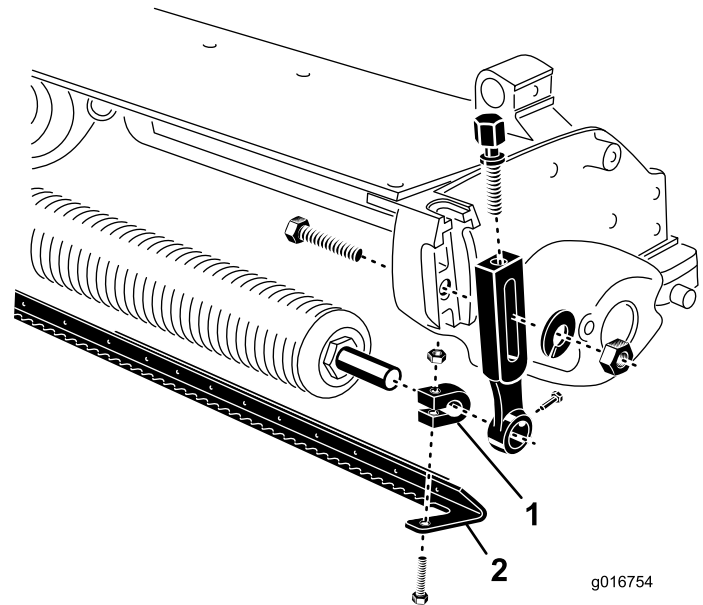

Figura 2
8. Posizionate il pettine tra il rullo anteriore e l'apparato di taglio come mostrato in Figura 2.
9. Installate il pettine su ogni serratubo, senza serrare, con una vite a testa cilindrica e un dado (Figura 2). Non serrate.
5. Inserite l'apposito serratubo su ogni estremità dell'albero del rullo (Figura 2).